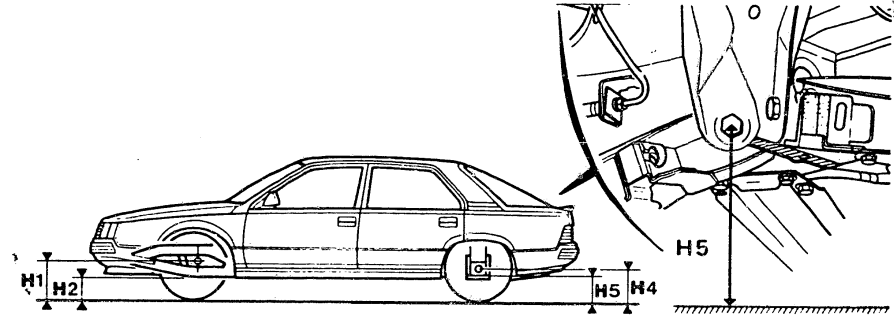

Bild 56 Die Bodenhöhe des Fahrzeugs dient zur Ermittlung des korrekten Nachlaufs. Das Mass H5 wird zwischen Boden und Bolzenmitte des Querlenkers gemessen.
a) **Vorderachse:** Neben den üblichen Vorbereitungsarbeiten sind vor dem Ausmessen der Radgeometrie die Masse H5 und H2 (Bild 56) zu ermitteln, damit der **Nachlauf** bestimmt werden kann. Dieser lässt sich bei einer Umdrehung an der Schubstreben-Befestigung vorn um 15° verstellen.